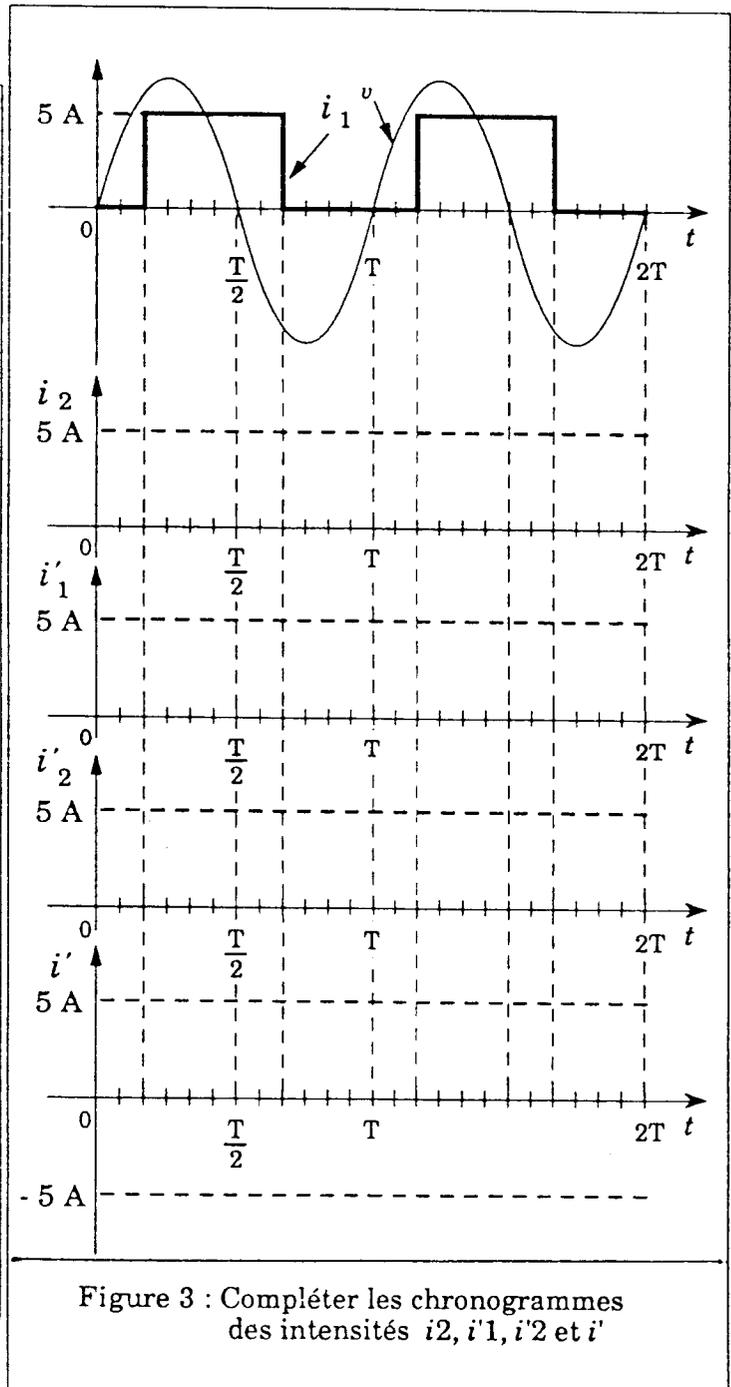

Figure 3 : Compléter les chronogrammes des intensités  $i_2, i'_1, i'_2$  et  $i'$
- 3) La figure 3 donne l'allure de l'intensité du courant traversant le thyristor 1 pour un retard à l'amorçage  $\alpha = \pi/3$  rad.
- 3.2) En appliquant, par exemple, la loi des noeuds à l'une des entrées du pont, compléter la figure 3 en représentant le courant  $i'$  traversant la ligne d'alimentation du pont.